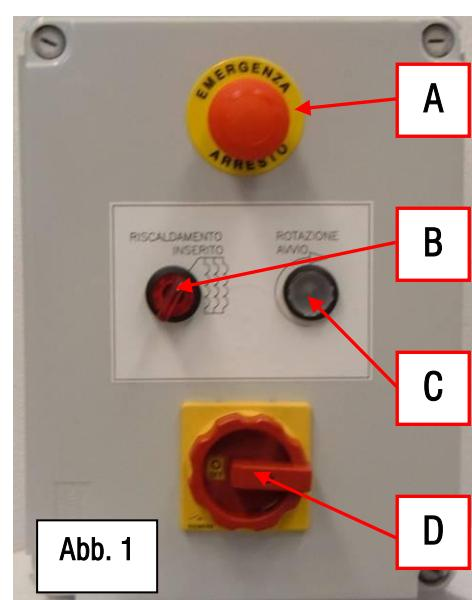

Abb. 1
4.2 GEBRAUCHSANWEISUNG (Bez. Abb. 1) (Bez. S 8)